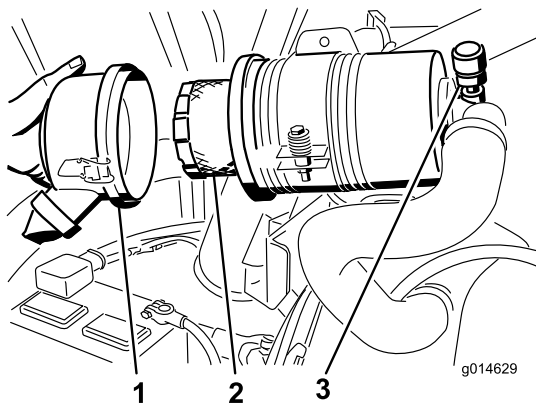

Bild 52
3. Nehmen Sie den Filter heraus und wechseln Sie ihn (Bild 52).